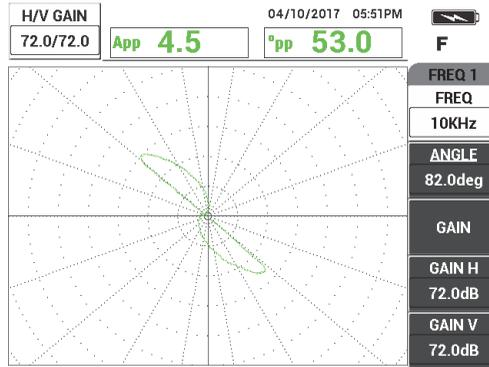

Figure 5-162 Réglage du gain pour la fréquence 1
4. Appuyez sur la touche **GAIN (dB)**, et puis augmentez le gain de la fréquence 1 pour que le signal du trou atteigne une hauteur d'environ 6 divisions verticales (voir la Figure 5-162 à la page 259).